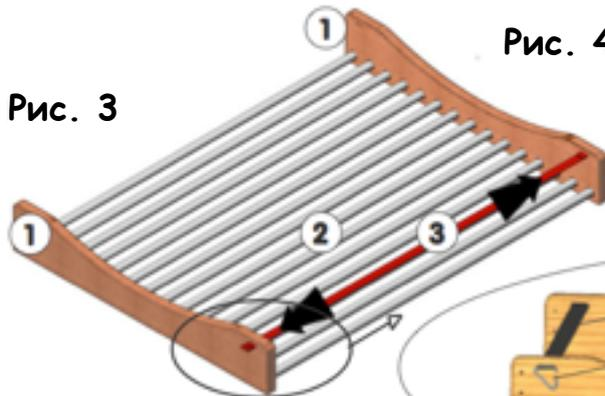

Рис. 4
4. Проденьте стропу [3] в отверстия с внутренней стороны боковин, как показано на рис. 3 и рис. 4